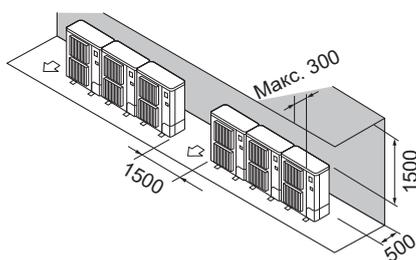

Fig. 2-10
- ② Кедегілер тек артқы жағында және одан жоғарыда (Fig. 2-10)